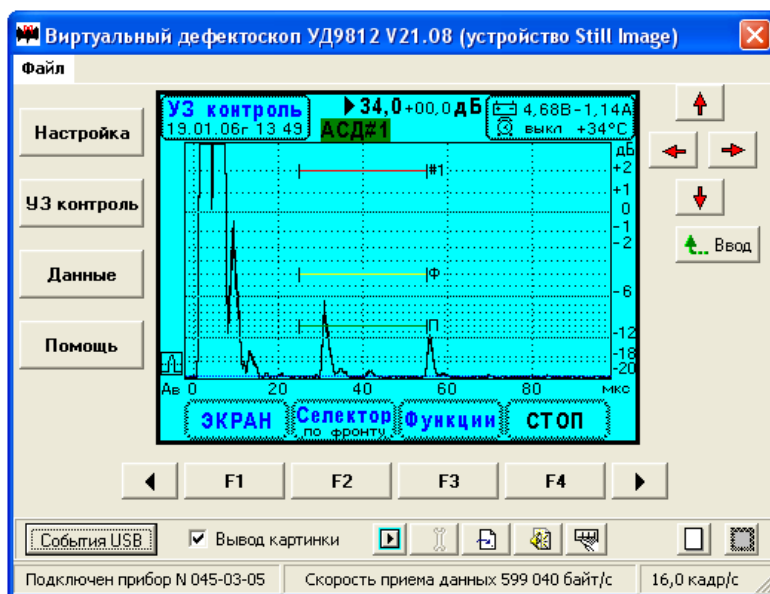

Рис.10.6.17.1. Отображение экрана дефектоскопа на мониторе ЭВМ.
- 4. Проверка связи прибора с ЭВМ.** Соедините прибор с персональным компьютером с помощью кабеля USB. Включите прибор. Включите компьютер. После загрузки компьютера запустите программу чтения экрана дефектоскопа UD9812\_USB\_Scan\_DX.exe, которая поставляется в комплекте с прибором. Если необходимо установите драйвер USB. Следуйте рекомендациям по установке программ. При правильной работе программного обеспечения на экран монитора выводится окно Рис.10.6.17.1., в котором отображается содержимое экрана УД9812 в реальном времени. Проверьте правильность передачи информации.